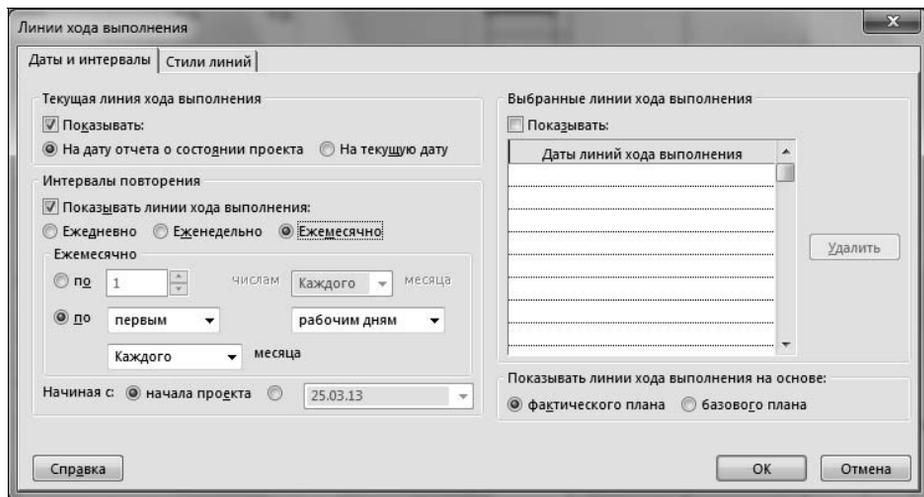

Рис. 8.1.5. Диалоговое окно управления выводом линий хода выполнения задач с интервалами, определяемыми в месяцах
2. Выбрать переключатель **Ежемесячно**. В диалоговом окне формируется область, заголовок которой соответствует выбранному переключателю. Фрагмент соответствующего диалогового окна показан на рис. 8.1.5.
8. В приведенном на рис. 8.1.5 окне в группе **Показывать линии хода выполнения на основе** выбрать переключатель **фактического плана** или **базового плана** по аналогии с п. 5 алгоритма 8.1.1.